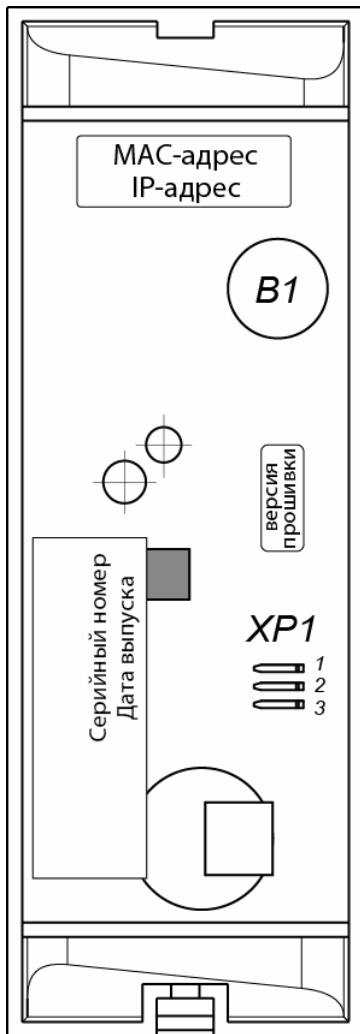

Рисунок 1. Внешний вид тыльной стороны контроллера
Выбор способа задания IP-адреса контроллера осуществляется установкой или снятием перемычки (джампера) на разъеме *XP1* на тыльной стороне контроллера. Расположение разъема указано на рис. 1.
Контроллер имеет маркировку в виде этикетки, расположенной на тыльной стороне корпуса. Расположение этикетки и других наклеек показано на рис. 1. На этикетке нанесены следующие сведения о контроллере:
6. Выберите способ задания IP-адреса контроллера (см. разд. 5.5) и при необходимости установите перемычку (джампер) на разъем *XP1* согласно табл. 2. Расположение перемычки указано на рис. 1.